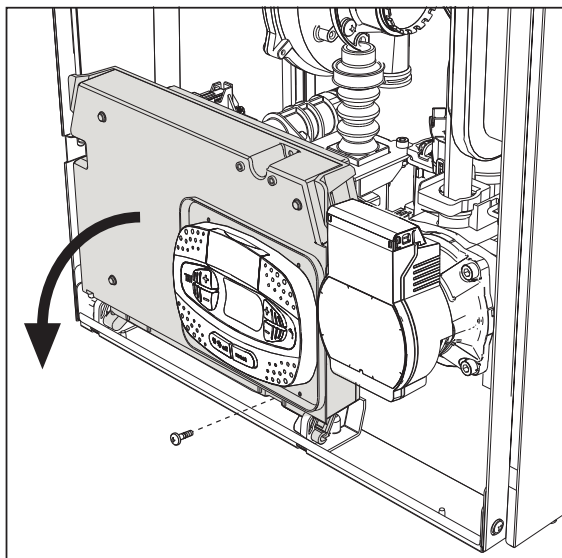
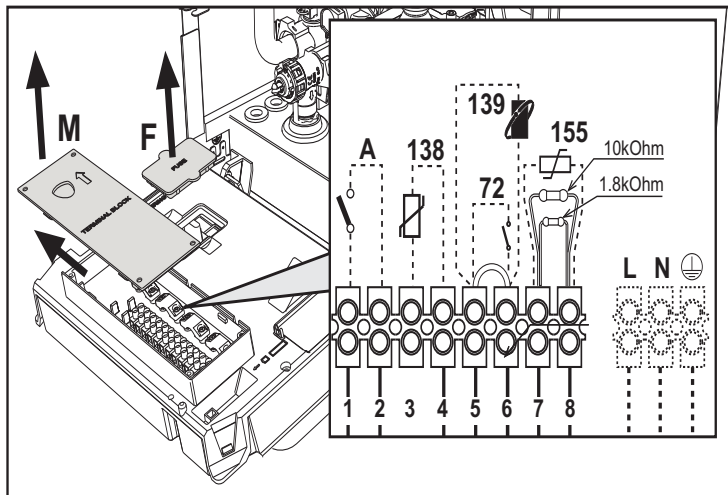

fig. 20
fig. 21
Tras quitar el panel frontal ( \*\*\* 'Apertura del panel frontal' on page 83 \*\*\*), es posible acceder a la regleta de conexión (M) y al fusible (F) según las indicaciones siguientes (fig. 20 e fig. 21). **Los bornes indicados en la fig. 21 deben tener contactos secos (no 230V).** La posición de los bornes para las diferentes conexiones también se ilustra en el esquema eléctrico de la fig. 58.